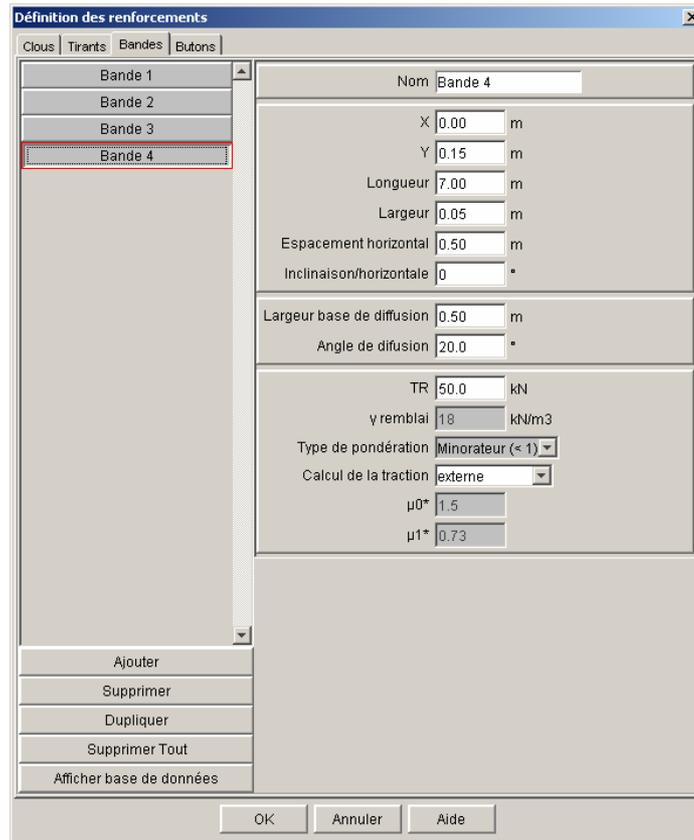

Figure 56 : boîte de dialogue Renforcements : onglet 3 (bandes) : bande 2 et au-delà
- Les 4 paramètres ($\gamma_{remblai}$, type de pondération, μ_0^* et μ_1^*) prennent les mêmes valeurs pour toutes les bandes. Il est donc possible de les modifier pour la bande 1, mais pas pour les suivantes (qui prennent automatiquement les mêmes valeurs que la bande 1). Les cases correspondantes sont donc grisées pour les bandes autres que la bande 1 (Figure 56).